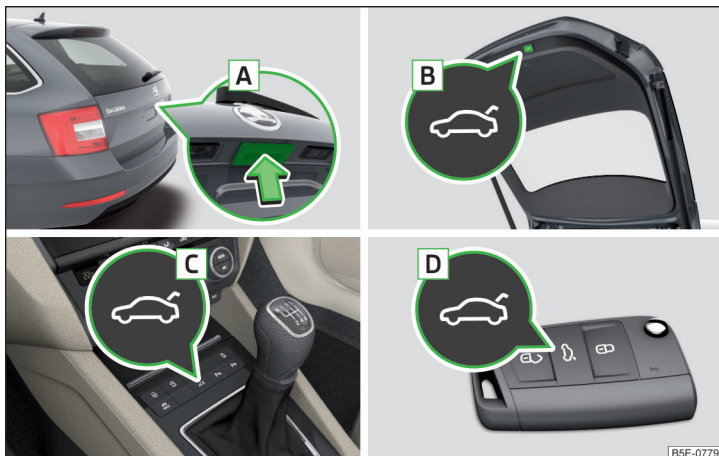

Fig. 58 Actionnement du capot
- ▶ En appuyant sur la poignée **A** » fig. 58.
- ▶ En appuyant sur la touche **B** » fig. 58.
- ▶ Appuyez sur la touche de fonction correspondante **B** » fig. 58 à la page 70 jusqu'à entendre un signal sonore.
Le capot ne réagit à aucun signal d'ouverture	Enlever l'obstacle éventuel (par ex. neige), ouvrir à nouveau le capot » page 70 Appuyer sur la poignée A » fig. 58 à la page 70 et tirer le capot vers le haut